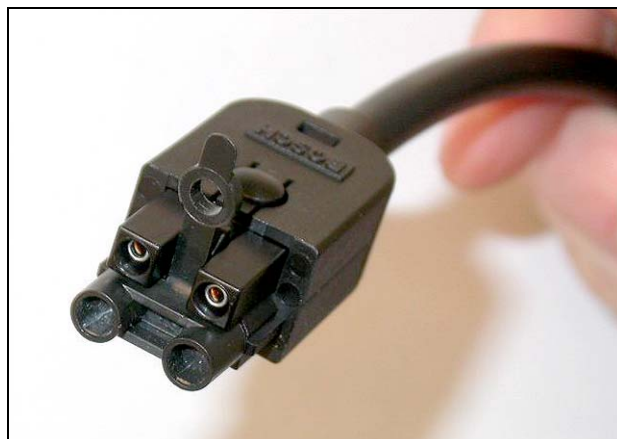

рисунок 30.37: Пылезащитный колпачок на разьеме
- 33 Наденьте пылезащитный колпачок на разъем, чтобы защитить пластмассовое оптоволокно (см. рисунок 30.37).